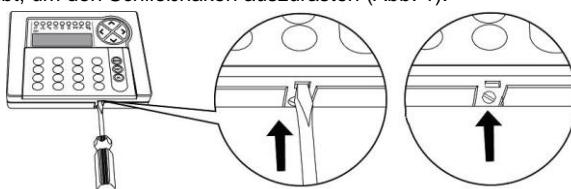

Abb. 1
Die Tastatur öffnen, indem man mit einem Schlitzschraubenzieher an der im Bild gezeigten Stelle einen leichten Druck ausübt, um den Schließhaken auszurasten (Abb. 1).
- Die Tastatur mit der mitgelieferten Schraube wieder schließen (**G** - Abb. 1)